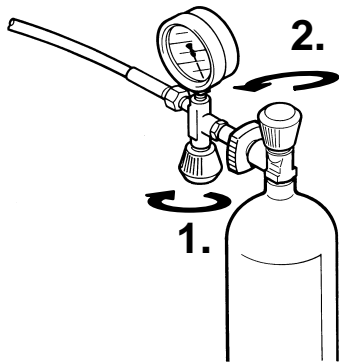

Abb. 9 Remplissage de la bouteille
- Ouvrir le robinet de remplissage (1, Abb. 9).
- Ouvrir le robinet de bouteille (2) - la bouteille à air comprimé sera alors remplie. Lors du remplissage, éliminer régulièrement les eaux condensées ou s'assurer que la purge automatique des condensats fonctionne correctement.